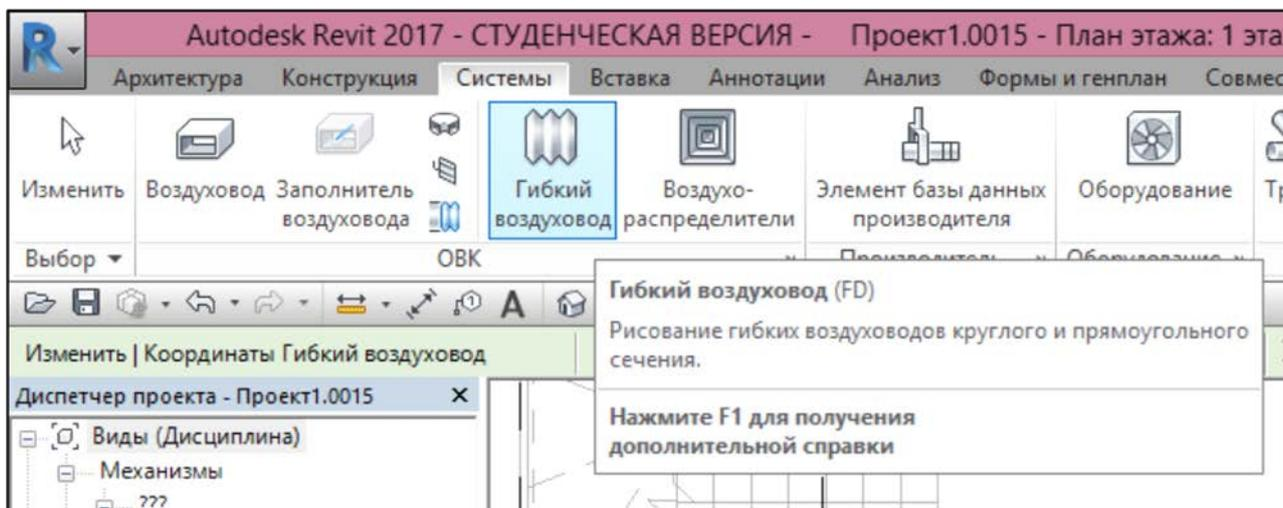

Рисунок 5.12 Вкладка гибкий воздуховод
- 6.1. Во вкладке Системы нажать «Гибкий воздуховод» (рисунок 5.12).